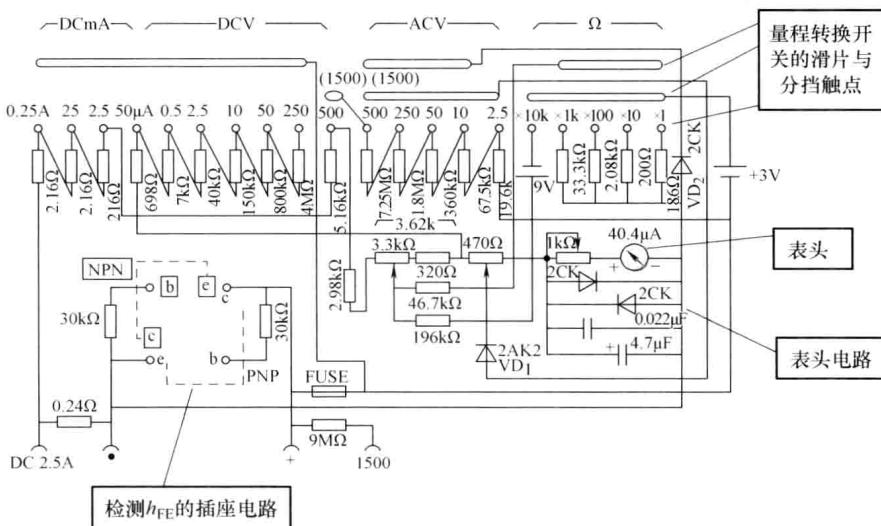

图1-2 368型万用表电路原理图
所谓万用表，是共用一个表头的多功能测量表（通常用MF表示复合仪表），它由多量程直流电压表、多量程交流电压表、多量程直流电流表和多挡位电阻表（又叫欧姆表）组合而成，因此有些技术人员把万用表叫做三用表（或A-V-Ω表）。图1-2所示为368型万用表电路原理图。
5) 在黑表笔插孔的旁边有一个用于检测晶管直流放大倍数 (h_{FE}) 的 4 孔插座，是两个表笔插口之间的附加电路 (见图 1-2)，也可用于对单只元器件的其他项目检测，省去表笔操作。